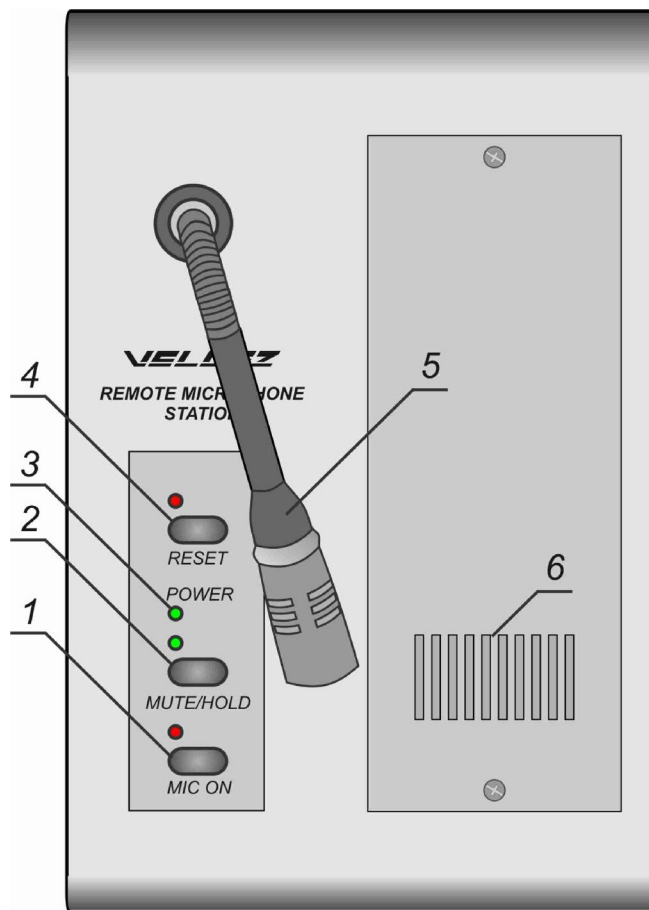

Рисунок 1
3.1 Розміщення органів управління і індикації на передній панелі пульта диспетчера наведено на рис. 1